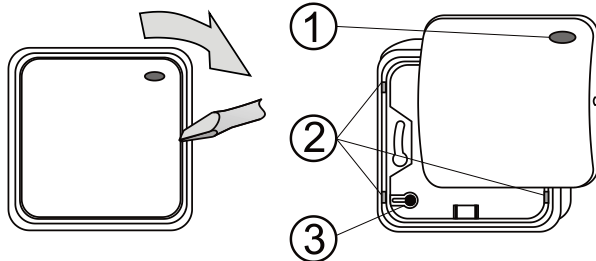

Abbildung 1: 1 – LED-Anzeige, 2 – Laschen des Gehäuseunterteils, 3 – Magnet
1. Entfernen Sie das Gehäuseoberteil (mit Hilfe eines Schraubendrehers, siehe Abb. 1).
2. Entfernen Sie das Gehäuseunterteil, indem Sie die 4 Laschen (2) an den Ecken eindrücken.
4. Befestigen Sie das Gehäuseeteil mit der Elektronik an das installierte Gehäuseunterteil. Wird das Gehäuseunterteil verwendet, muss der Magnet des Sabotagekontaktes (3) vom Gehäuseteil mit Elektronik in das Gehäuseunterteil übertragen werden.
5. Schließen Sie das BUS-Kabel an die Klemmleiste (7) an.